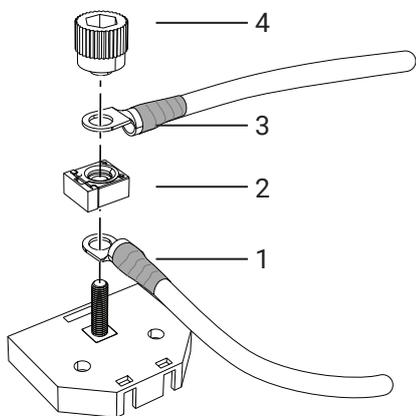
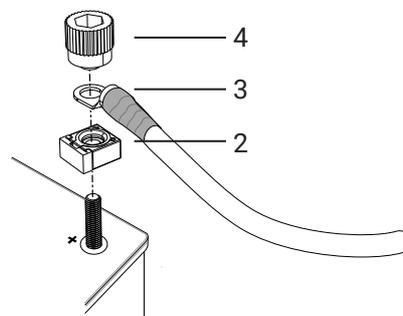

Abbildung 59. Anschließen an den Sicherungskasten
Abbildung 60. Anschließen an den Pluspol der Batterie
2. Stellen Sie ggf. sicher, dass sich der Kabinenschalter (CS) in der Position AUS befindet.
3. Schließen Sie bei Verwenden eines Sicherungskastens das Kabel (1) an den Pluspol der Batterie sowie an den Sicherungskasten an. Positionieren Sie dann die Sicherung (2) darüber, siehe Abbildung 59.
4. Positionieren Sie bei direktem Anschließen an den Pluspol der Batterie die Sicherung (2) auf dem Pluspol, siehe Abbildung 60.
5. Schließen Sie das Hauptstromkabel (3) an den Sicherungskasten bzw. den Pluspol an, siehe Abbildung 59 – Abbildung 60.
6. Schrauben Sie die Kabelanschlüsse und die Sicherung mit dem Drehknauf (4) fest an. Die Kabel werden in einem Winkel von 90° bzw. 180° voneinander montiert. Die Sicherung wird im rechten Winkel zu den Kabeln angebracht, siehe Abbildung 59 – Abbildung 60.